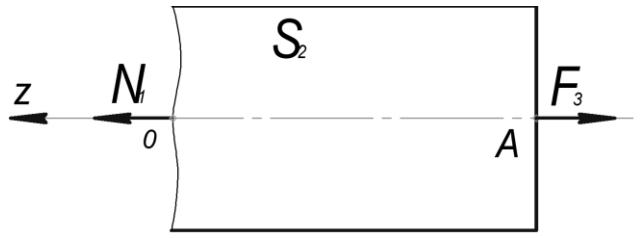

Рисунок 1.2
*Участок 1 (AB).* Рассечём, мысленно, стержень в местах, где необходимо определить значения внутренних усилий и внутренних напряжений. Одну из частей (левую) отбросим (рис. 1.2), а для оставшейся составим уравнение равновесия  $\sum F_i = N_1 - F_3 = 0$ , заменив при этом действие отброшенной части на оставшуюся неизвестной силой  $N_1$ .